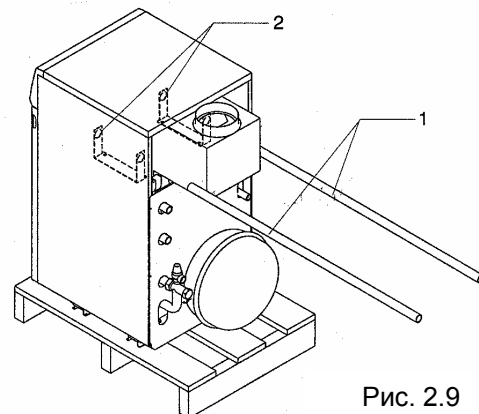

Рис. 2.9
- снимите котел с поддона, продев две трубы 3/4" (1) в такелажные проушины (2) (рис. 2.9).